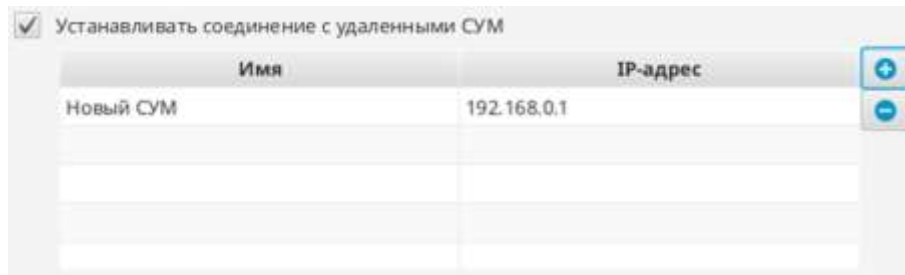

Рис. 5
– нажать на кнопку «» – появляется таблица с двумя столбцами: имя и IP-адрес. Далее установить курсор мыши в поле «Новый СУМ» и ввести наименование удаленного сервера. Аналогичным образом для удаленного СУМ ввести IP-адрес (Рис. 5);